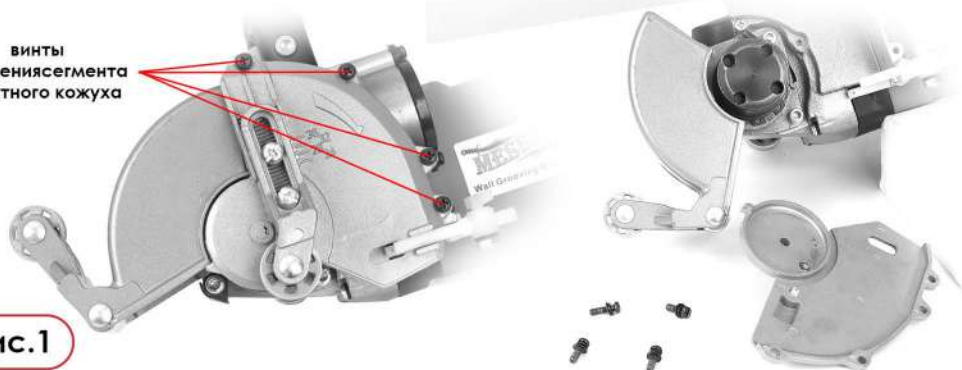

Рис.1
2. Отверткой PH 2 (крестовой, в комплект поставки не входит) открутите четыре винта и снимите сегмент защитного кожуха. (Рис. 1)